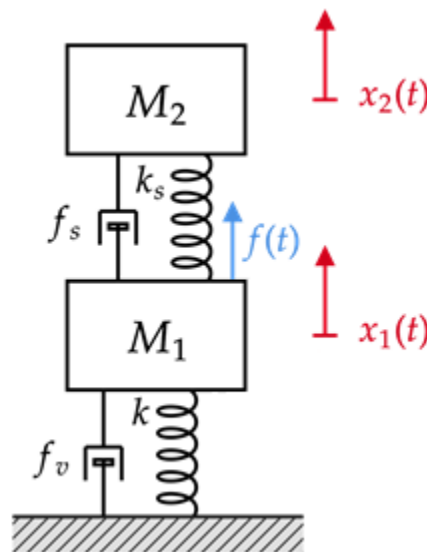

Figura 1. Modelo de suspensión pasiva para $\frac{1}{4}$ de automóvil.
En el laboratorio 3 de Sistemas de Control 1 del segundo semestre del 2022, se analizó el sistema mostrado en la Figura 1. Se encontró la función de transferencia y se simuló la respuesta a una entrada de escalón, tanto en Matlab como en Simulink, con componentes de Simscape. En este laboratorio se modelará el sistema en Espacio de Estados, y se harán nuevas simulaciones, para comparar este enfoque con el enfoque clásico.
1. Analicen el sistema mecánico mostrado en la Figura 1 y encuentren las ecuaciones diferenciales correspondientes. **Encuentren el modelo en espacio de estados y las correspondientes matrices A, B, C y D, en términos de los parámetros M_1 , M_2 , k , f_v , k_s , f_s .** El sistema deberá tener como salidas las posiciones de las masas. **¿Cómo definieron sus variables de estado? Indiquen claramente cuántas y cuáles son dichas variables de estado.**
1. Abran el modelo de Simulink con componentes de Simscape que crearon en el laboratorio 3 de Sistemas de Control 1. Si ya no lo tienen, o si no llevaron el curso en el 2022, deberán transcribir el diagrama mecánico de la Figura 1 a un modelo de bloques en Simulink/Simscape. **Coloquen un escalón en la fuerza de entrada, que presente una magnitud de 500 kN .** El documento *IE3036, BE3024 – Lab3, Modelado mecánico con Simulink y Simscape.pdf* describe de manera sencilla cómo realizar simulaciones de sistemas mecánicos traslacionales y rotacionales mediante el modelado físico provisto por Simscape.